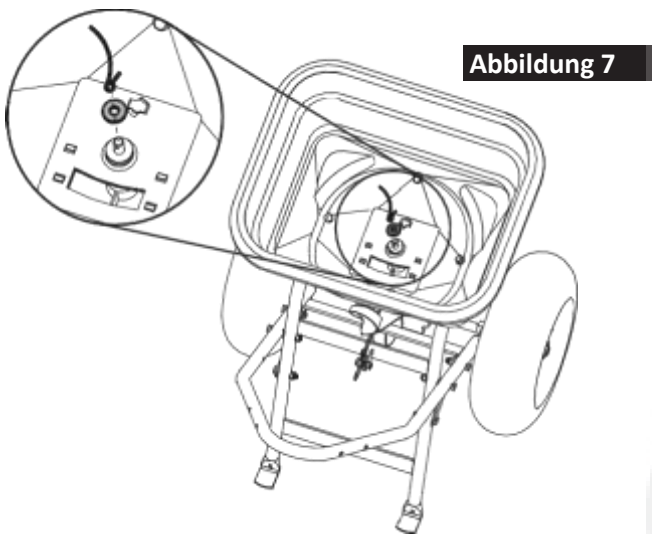

Abbildung 7
7. Befestigen Sie im Fülltrichter die Filzscheibe und das Drehwerkkel auf die Drehplattenwelle, wie in Abbildung 7 angezeigt. **HINWEIS: Achten Sie auf die Ausrichtung und den Schwung des Drehwerkkel (siehe Abbildung 7).**